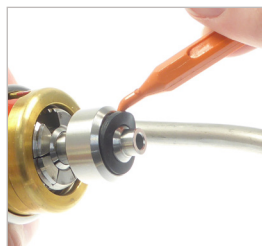

Figure 11
- ▶ Soulevez le joint frontal (n° 7) avec l'extracteur de joint torique WEH® réf. E98-101969 et retirez-le de la gorge (*Figure 11*).